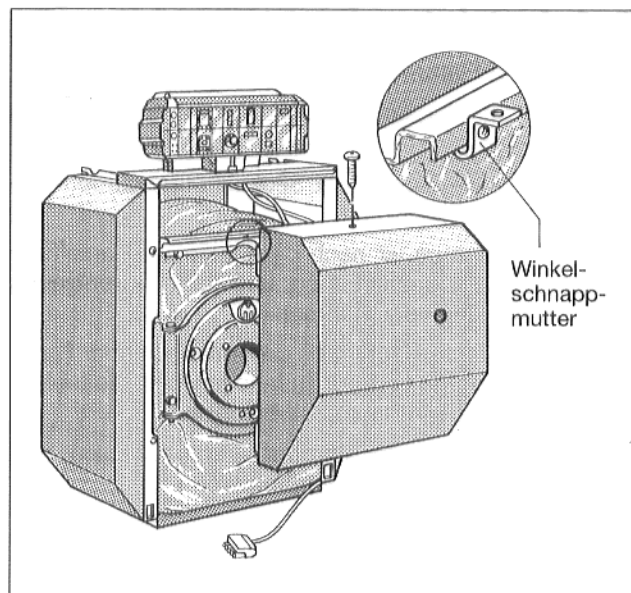

Abb. 22
- Winkelschnappmutter mittig auf die Halteschiene der vorderen Traverse aufstecken (Abb. 22).
- Brennerhaube in Halteschiene der Traverse einhängen (Abb. 22).
- Sicherungsschraube von oben in Haubenmitte und Schnappmutter eindrehen (Abb. 22).